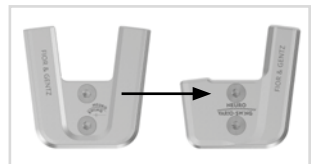

Fig. 34
- 4 Monter funksjonsheten til det systemleddet du vil bruke, i passende systembredde (se eksempel i fig. 34).